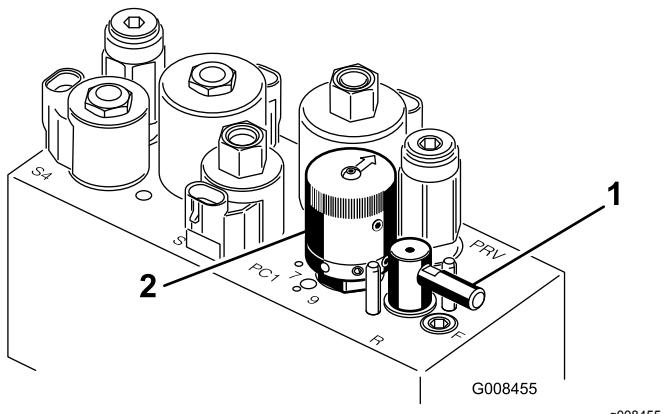

図 50
- バックラップレバーを逆転R位置にセットする図50。
- リール速度コントロールを1にセットする図50。